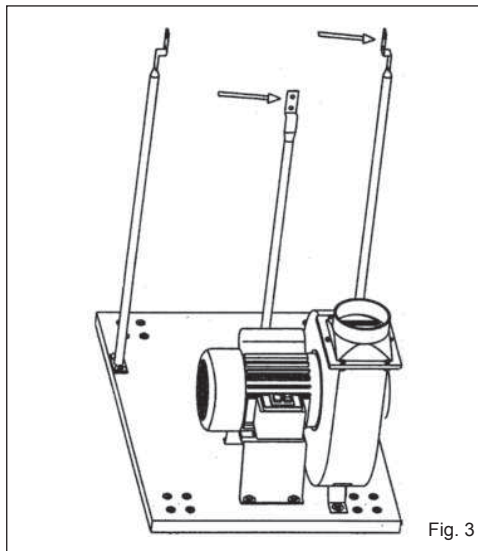

Fig. 3
2. Fixer les montants latéraux et les tiges porte-tambour sur l'embase rectangulaire en utilisant les vis, rondelles et écrous spéciaux (**Fig. 3**).